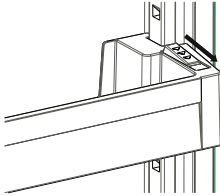

Fig.1
**Para cambiar la posición del Adapti-Lift**, coja la parte inferior de la estantería y tire de los botones laterales de la estantería de la puerta en la dirección de la flecha (Fig. 1)